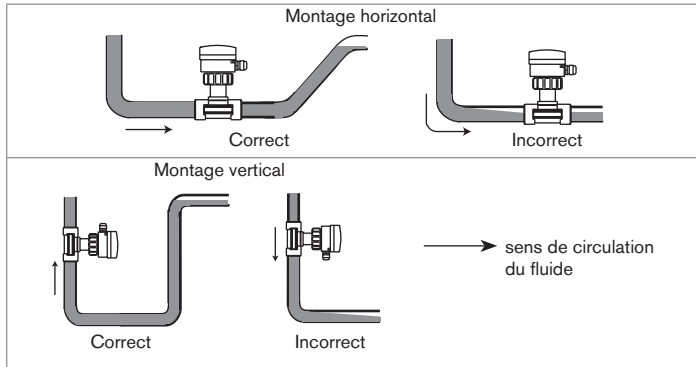

Fig. 9 : Remplissage de la canalisation
- veiller à ce que la conduite soit toujours remplie au niveau du transmetteur (voir Fig. 9) ;
- s'assurer que le sens de passage du fluide est ascendant en montage vertical (voir Fig. 9) ;